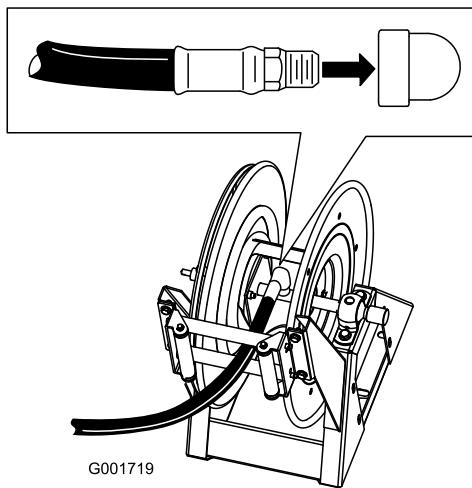

図 18
1. ホース(長)のフィッティングのネジ部にテフロンテープを巻き、フィッティングをリールの接続チューブに差し込む(図 18)。